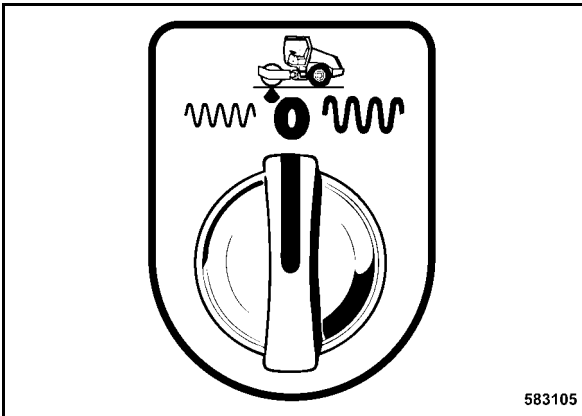

Fig. 50
- Poner el interruptor giratorio para vibración, preselección de amplitudes (Fig. 50), a posición "0".